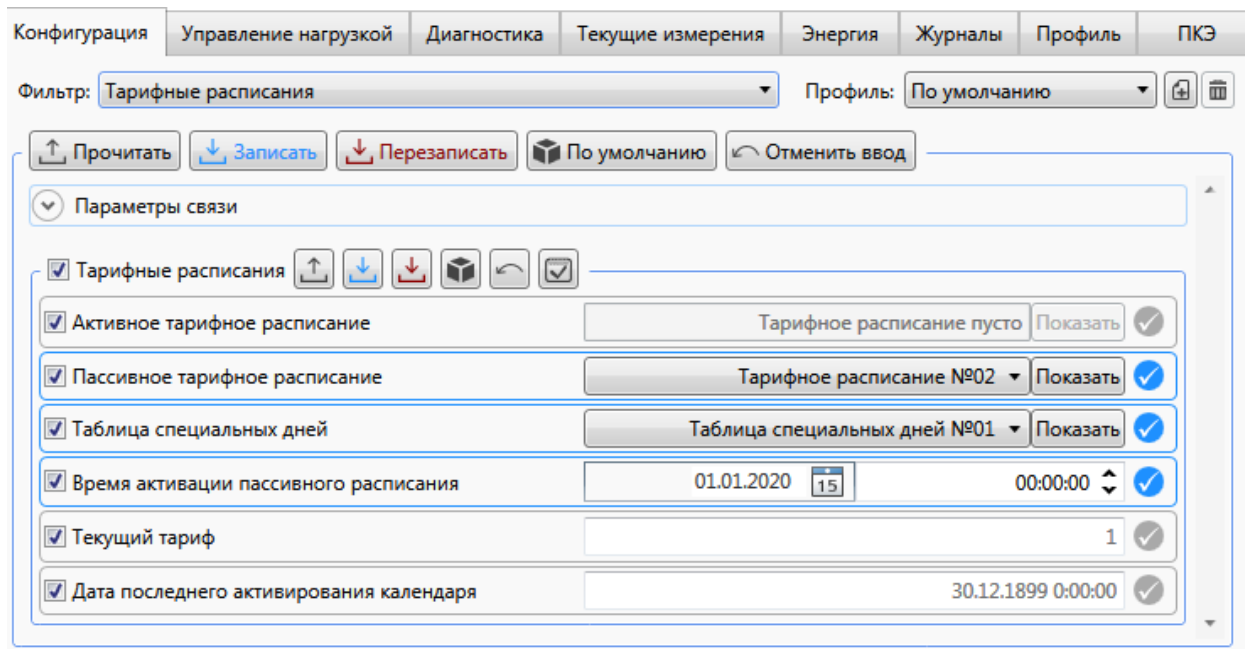

Рисунок 9.42 – Активация тарифного расписания
- нажать кнопку  для записи измененных параметров в счетчик (рисунок 9.42).